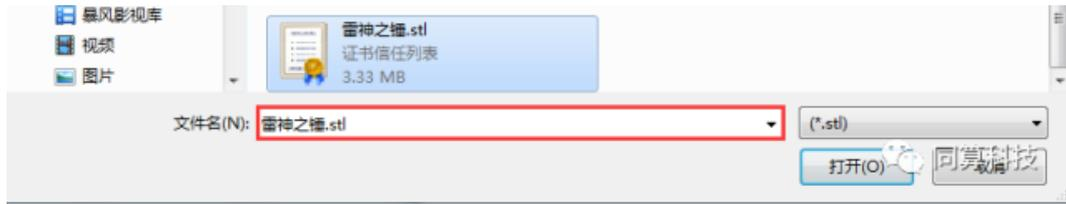

图 022-3 选择 STL 格式文件
3、点击 CAD file converter 的 **STL**，选择创建的 STL 文件，点击打开，如图 022-3；